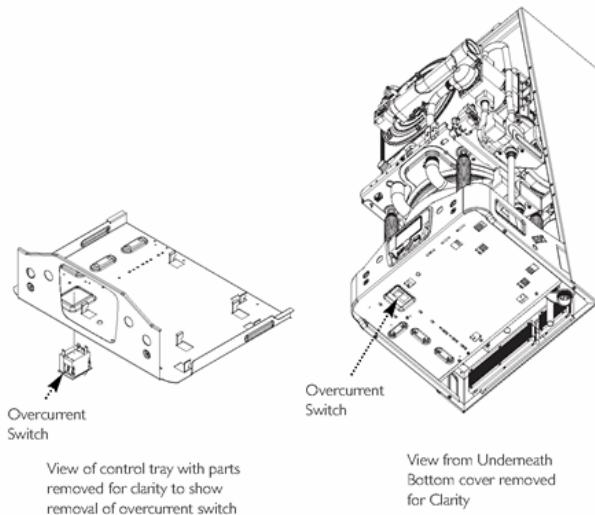

Fig. 74
14.21 Overcurrent switch (Fig. 74)